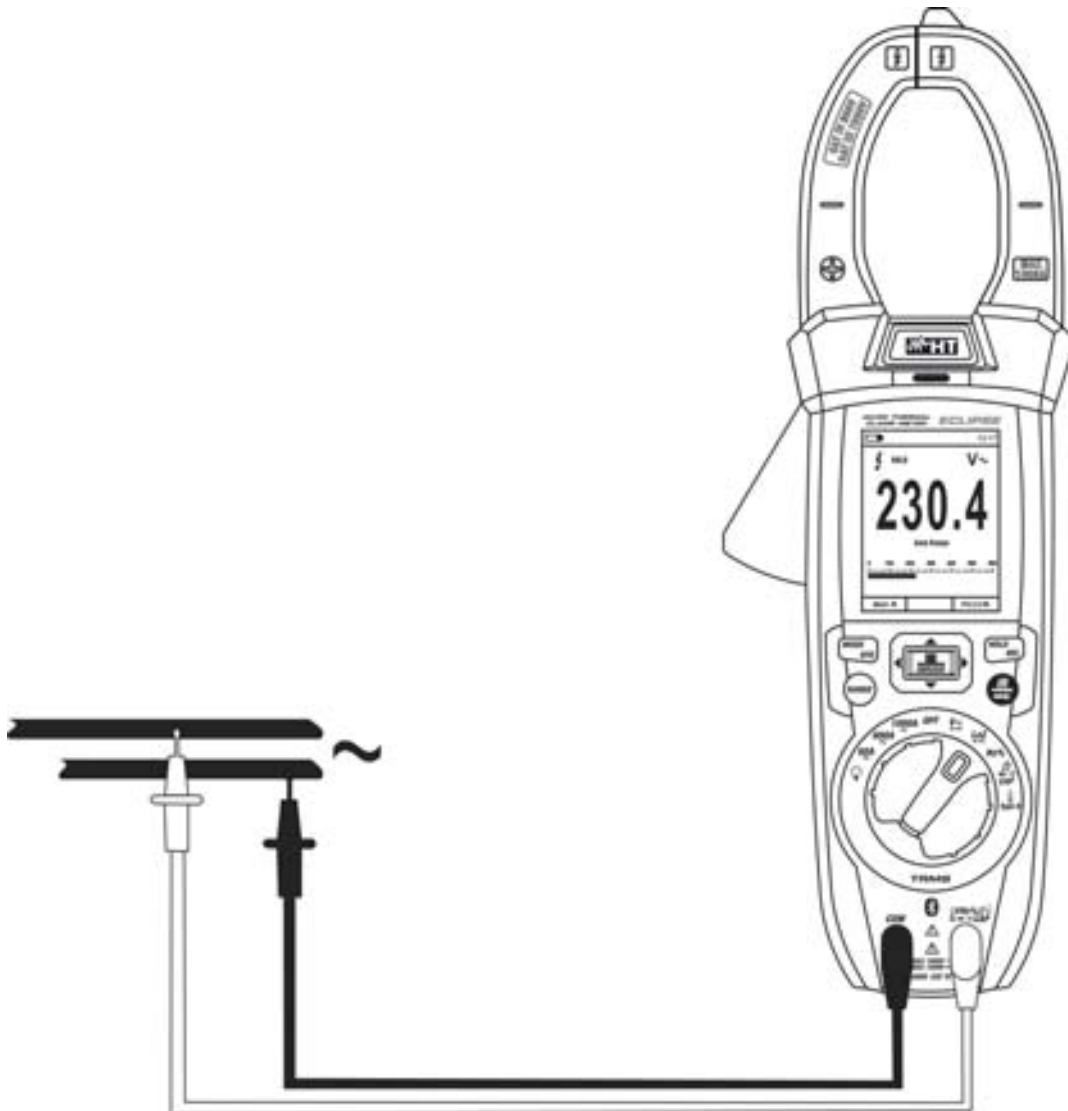

Fig. 25: Uso dello strumento per misura di Tensione LoZAC, LoZAC+DC
4. Posizionare il puntale rosso ed il puntale nero rispettivamente nei punti del circuito in esame (vedere Fig. 25). Il valore della tensione è mostrato a display